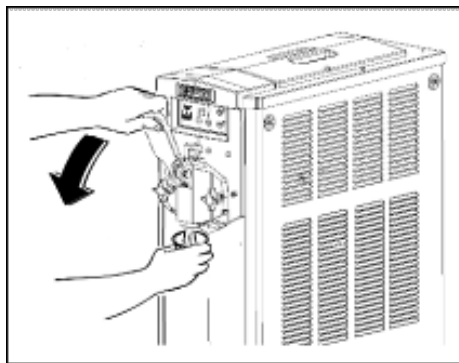

Fig. 38
- Per erogare il prodotto, posizionare un bicchiere sotto il rubinetto e tirare la leva come mostrato in Fig. 38 . Il mescolatore riprenderà a girare, avviando la fase di erogazione.